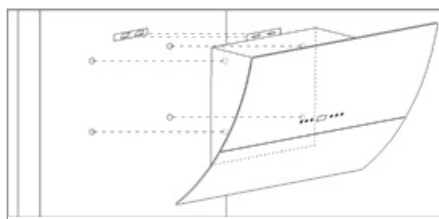

Рис. 10
7. Сделайте разметку для крепления планки внутреннего декоративного кожуха (рис. 10).